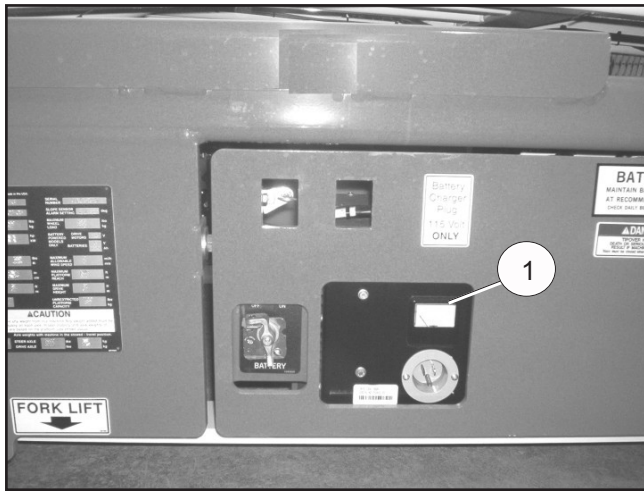

Figura 15 – Bandeja de baterías
8. Conecte el cable del malacate a las orejetas de amarre (5) en la parte delantera del chasis (vea la Figura 15).